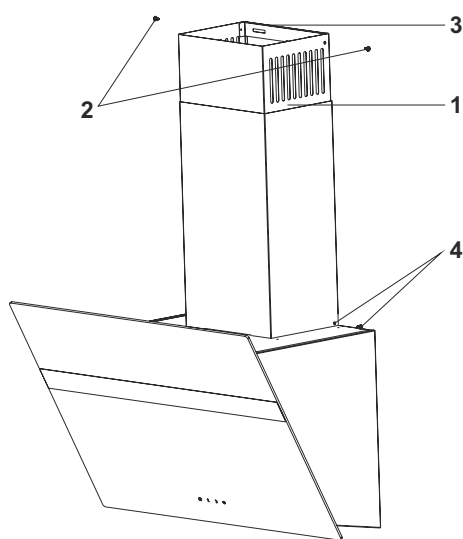

Fig. 14
I piatti in lamiera interni ed esterni sono assemblati uno dentro l'altro (Fig. 14).
- Fissare la canna fumaria interna al piatto di collegamento della canna fumaria dai lati sinistro e destro con 2 viti da 3,5 x 9,5, tirando verso l'alto (Fig. 14)
- Fissare la canna fumaria esterna con due viti da 3,5 x 9,5 sulle piastre di connessione sinistra e destra sul retro del corpo della cappa, dal basso (Fig. 14).